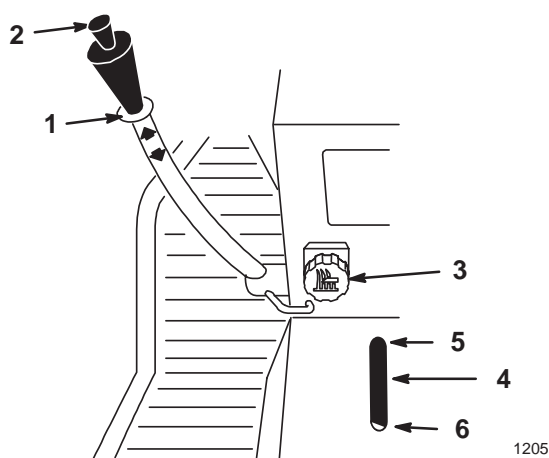

Figure 11
Le levier de relevage d'accessoires (Fig. 11) s'utilise pour relever ou abaisser divers accessoires.
Le bouton de réglage de hauteur (Fig. 11) s'utilise pour limiter la descente de l'accessoire. Le bouton peut être tourné dans un sens ou dans l'autre pour placer la limite de descente plus haut ou plus bas.
1. Placer le levier de relevage d'accessoire en position relevée, voir Relevage d'accessoires. Quand le levier est en position haute, le bouton de réglage de hauteur (Fig. 11) peut être utilisé pour déplacer la limite de descente de
2. L'indicateur de réglage de hauteur (Fig. 11) indique le déplacement de la position relative du réglage.